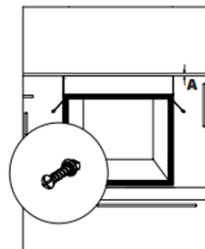

Figure 5
- Après l'installation, l'espace libre qui doit être laissé entre le bas du comptoir et le haut de l'appareil est indiqué par "A" dans la Fig. 5. Cet espace sert à la ventilation et doit être fermé.
- Fixez le four au meuble à l'aide des vis fournies avec l'appareil. Les vis doivent être installées en les faisant passer par les plastiques fixés sur le cadre de l'appareil, comme indiqué à la Fig. 5. Les vis ne doivent pas être trop serrées. Sinon, les trous des vis risquent de s'user.